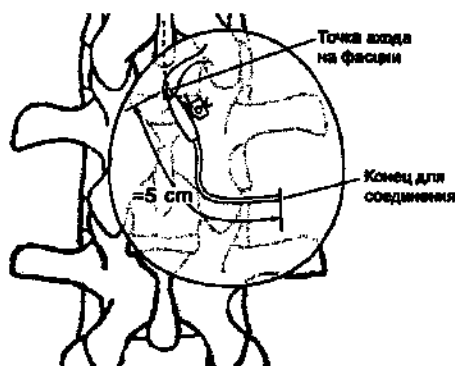

Рис. 7. Укорочение спинального сегмента.
1. В месте спинального разреза укоротите спинальный сегмент. Оставьте около 5 см снаружи от точки входа в фасцию, чтобы не ограничивать движения пациента и предотвратить скручивание (Рис. 7).